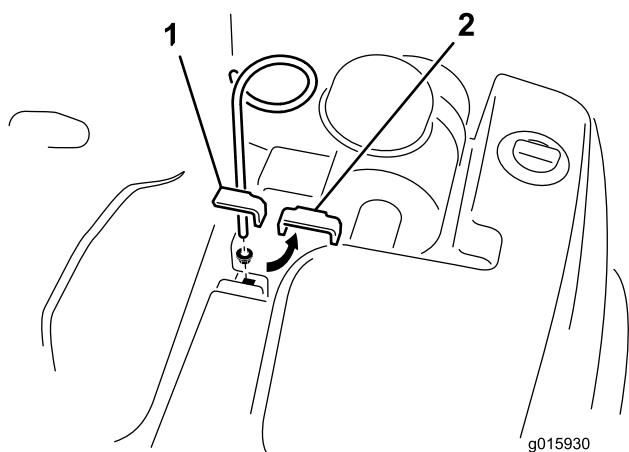

Figure 13
1. Retirez le boulon, la rondelle et l'écrou qui fixent l'attache supérieure du réservoir hydraulique au bâti (Figure 13). Déposez et mettez au rebut l'attache, le boulon, la rondelle et l'écrou.
2. Fixez le guide-flexible avec l'écrou à embase fourni. Positionnez le guide-flexible comme illustré à la Figure 13.